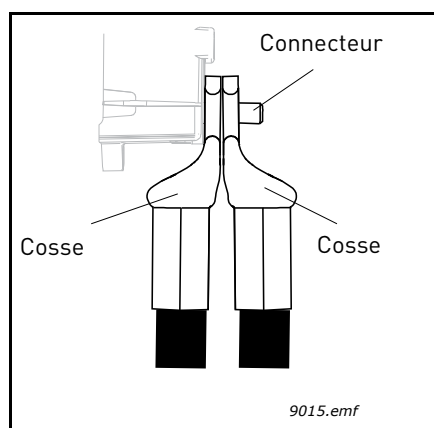

Figure 43. Placement de deux cosses l'une sur l'autre
- **REMARQUE** : Si vous raccordez plusieurs câbles à un même connecteur, observez la position des cosses les unes sur les autres. Voir la figure 43 ci-dessous.